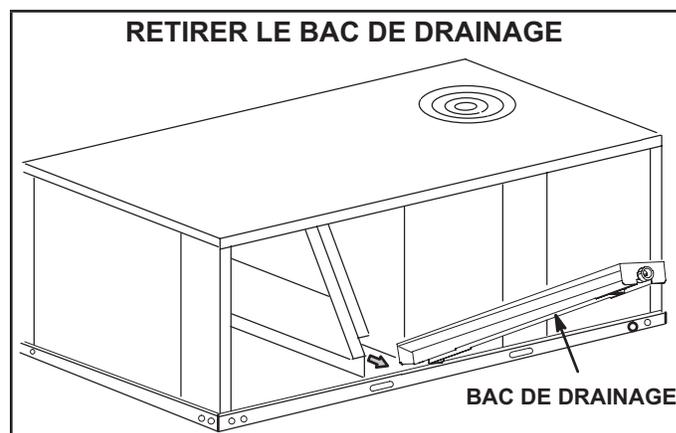

FIGURE 9
- 2 - Soulever le bord avant du bac de drainage et faire glisser le bac hors de l'unité. Voir FIGURE 9.